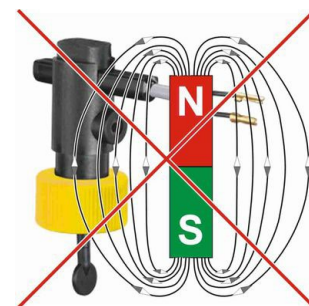

Abb. 2
- ↪ Sorgen Sie dafür, dass in der unmittelbaren Umgebung des Strömungsschalters keine magnetischen Fremdfelder die Funktionsweise des Gerätes beeinträchtigen können (→ Abb. 2).